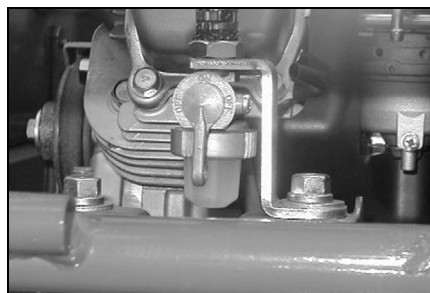

Figure 5
- Tournez le robinet de carburant sur «ON» (figure 5).